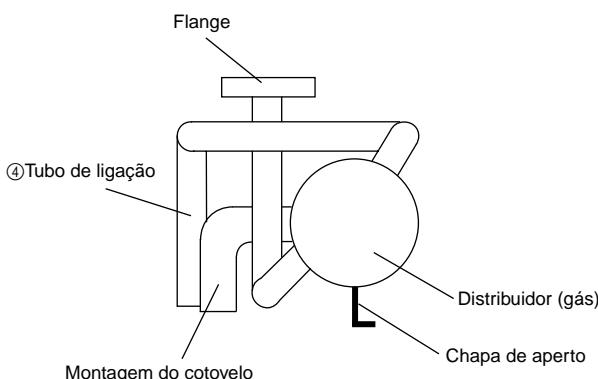
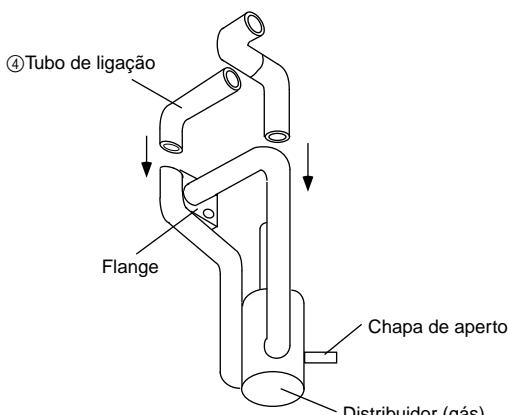

Fig. 2
Fig. 3
- (3) Solde o tubo de ligação (④) e a tubagem montada no passo (2) para o distribuidor (gás) de modo a que o tubo de ligação fique unido como mostrado na Fig. 2. Para o procedimento de montagem, veja a Fig. 3. Quando soldar a tubagem, arrefeça a parte soldada da tubagem do lado do distribuidor com um pano de desperdício humedecido para evitar o aquecimento através da soldadura.